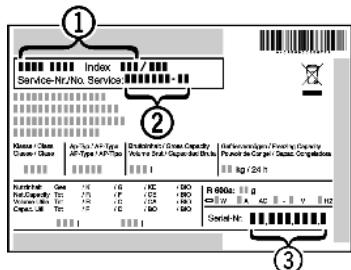

Fig. 13
- Gerätebezeichnung Fig. 13 (1), Service-Nr. Fig. 13 (2) und Serial-Nr. Fig. 13 (3) vom Typenschild ablesen. Das Typenschild befindet sich an der linken Geräteinnenseite.
- Den Kundendienst benachrichtigen und den Fehler, Gerätebezeichnung Fig. 13 (1), Service-Nr. Fig. 13 (2) und Serial-Nr. Fig. 13 (3) mitteilen.